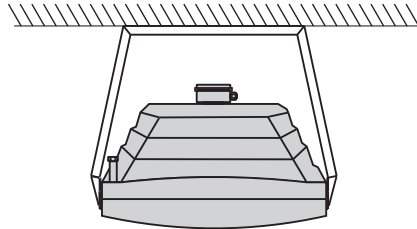

РИС. 1
- Тепловентилятор может быть смонтирован как в качестве настенного агрегата, так и в качестве потолочного (рис. 1 на странице 401).